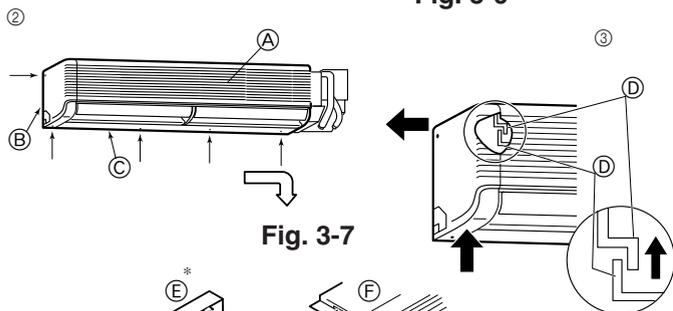

Fig. 3-7
- Ⓓ Suporte de fixação na parede ①
② Retire os cinco parafusos indicados por uma seta no diagrama. (Fig. 3-7)
③ Remova o painel lateral esquerdo e, depois, o painel inferior.